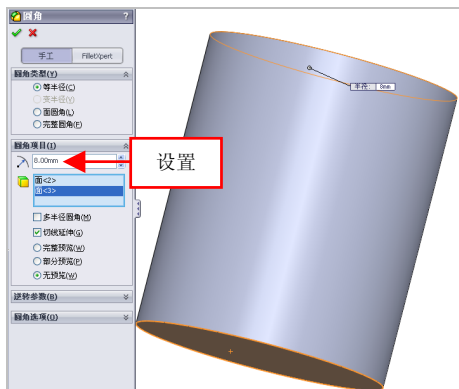

图 7-91 设置参数值
(3) 弹出【圆角】属性管理器，选择圆柱曲面对象，设置【半径】为 8，如图 7-91 所示。